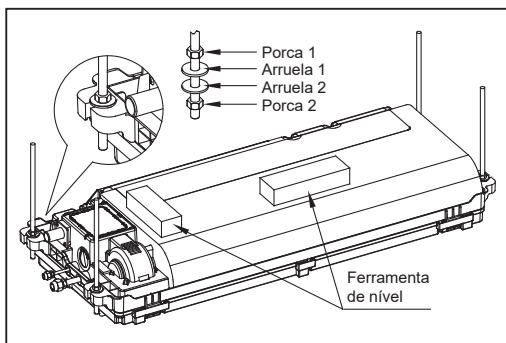

FIG. 21
- Fixe a unidade nas hastes de suspensão e utilize uma ferramenta de nível (nível de bolha) para nivelar corretamente a unidade (Fig. 21).
- Depois de ajustar a altura e verificar se a unidade está nivelada, utilize as quatro arruelas 1 e porcas 1 para fixar com segurança a unidade nas hastes (Fig. 21).